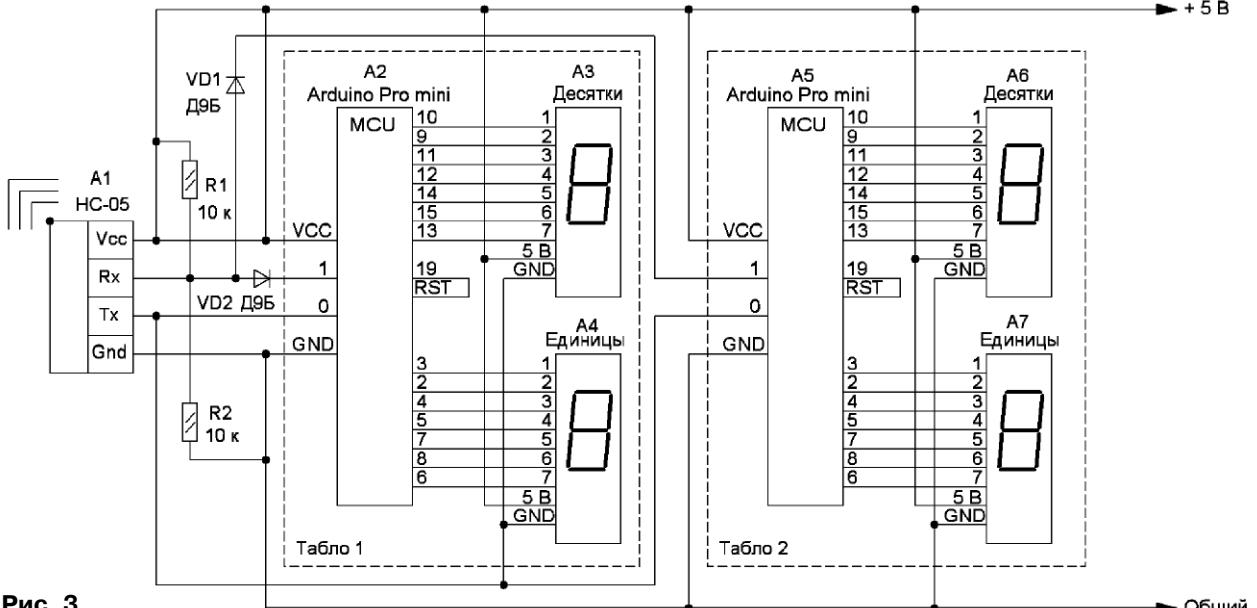

Рис. 3
Схема устройства показана на **рис. 3**. Она состоит из семи модулей. При этом модули A2—A4 и A5—A7 образуют ячейки двухразрядных табло. Таких ячеек может быть две, три или гораздо больше. Их согласованной работой управляет внешнее приложение посредством команд, передаваемых через блютуз-модуль A1. Этот модуль является своего рода мастер-модулем для всех ячеек. Подробнее о способах сетевого соединения модулей, например Arduino по UART, рассказано в [3—6].
На втором этапе попарно проверяют работоспособность самодельных модулей. Для этого собирают усечённый вариант схемы (см. рис. 3) из модулей A2—A4. В модуль Arduino загружают скетч **servo\_7**. На первой части табло должны последовательно, с паузами примерно 4 с, выставляться числа 7, 10, 32, 54, 76 и 98.
Далее следует собрать, проверить и настроить управляемую сеть модулей Arduino. Для этого собираем усечённый вариант схемы (рис. 3), без подключения индикаторов, и загружаем в платы скетчи **zalivka\_pro\_mini\_A** и **zalivka\_pro\_mini\_B**. Это своего рода скетчи типа Blink для встроенных светодиодов плат. Производят предварительно настройку модуля A1 в режиме slave с помощью AT-команд. Как это сделать, подробно изложено в [6].
**pro.menu.cpu.16MHzatmega168.upload.disable\_flushing=true.** При этом не забываем установить перемычки для аппаратной перезагрузки плат между выводами RST и 19 (A5) (см. рис. 3).